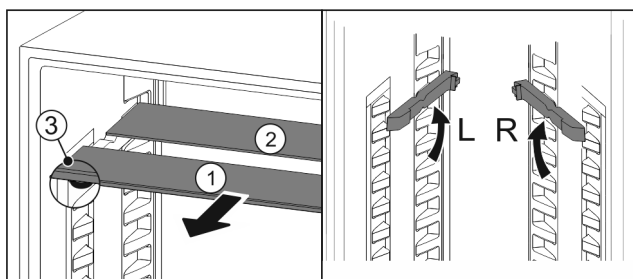

Fig. 72
- ▶ Glasplatten einzeln nach vorne herausziehen Fig. 72 (1).
- ▷ Glasplatte Fig. 72 (1) mit Zierleiste liegt vorne.
- ▷ Stopps Fig. 72 (3) zeigen nach unten.